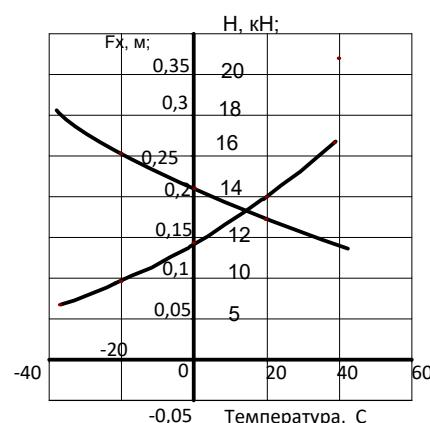

Рисунок 2
4. Определить натяжение контактного провода МФ-100, полукомпенсированной подвески, при температуре воздуха  $-20 \text{ С}$  (рисунок 2).